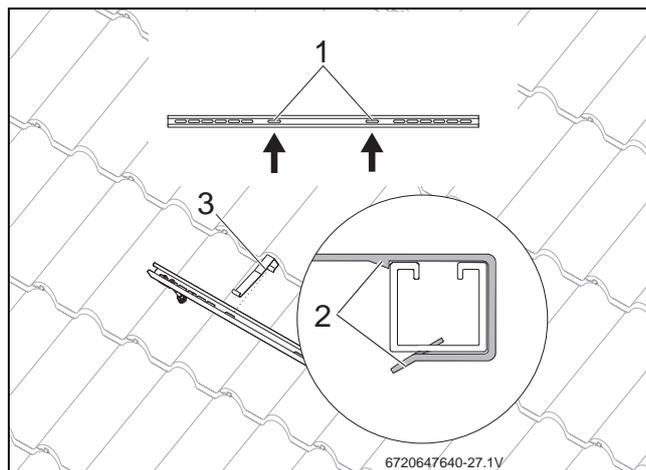

Fig. 52 Encaixar a protecção contra deslizamento.
- ▶ Deslocar as proteções contra deslizamento (Fig. 52, [3]) nos furos alongados interiores [1], a partir de fora, sobre os perfis, até encaixarem [2].